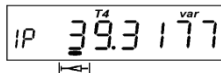

Рисунок 4.12
- прогнозируемая фактическая величина отпущенной реактивной мощности (отображается мнемоникой "**var**" и маркером "⚡") (рисунок 4.12):